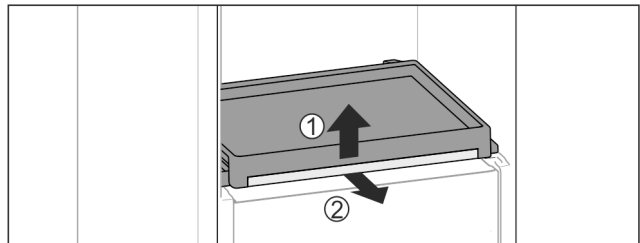

Fig. 39
- ▶ Витягніть витяжну панель зі скляною полицю: Підніміть трохи скляну полицю спереду Fig. 39 (1) та витягніть вперед Fig. 39 (2).